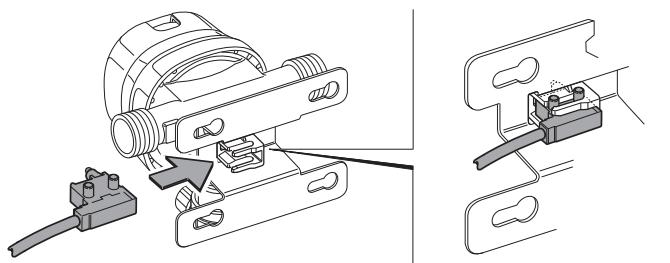

Fig. 4
- Skub encoderen fra siden ind i holderen på DuoControl CS (Fig. 4). Encoderen skal mærkbart klikke på plads i holderen.